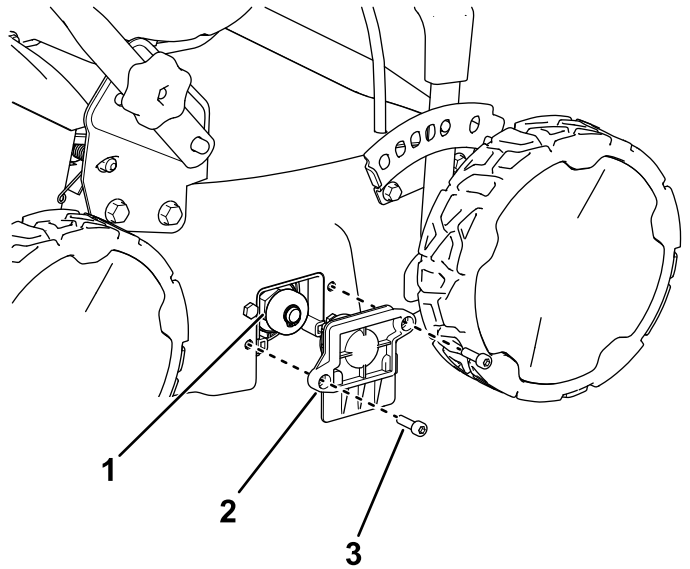

Figure 19
3. Avec la clé hexagonale, retirez les 2 vis qui fixent le logement de roulement et l'arbre du cylindre sur le côté droit de la machine (Figure 19).
3, puis rangez la clé hexagonale dans le levier de transport (Figure 19).